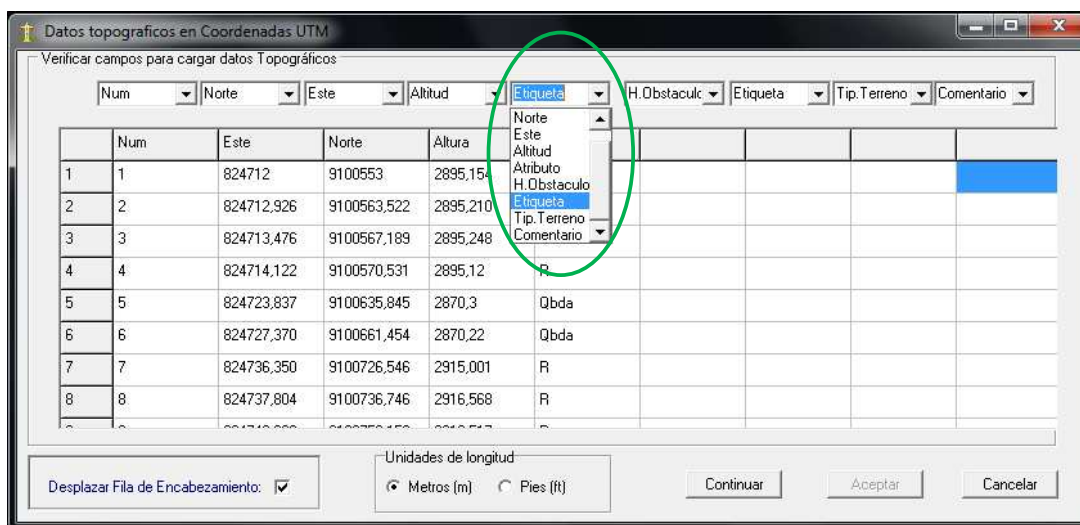

Fig. 10
- Verificar que los tipos de datos por columnas correspondan al tipo especificado en la parte superior de la ventana. En caso no coincidieran, indicar el orden correcto seleccionando el tipo de dato que corresponde a cada columna en los menús desplegables tal como se muestra en la “Fig. 10”. Es importante que al indicar el orden, no se repitan los tipos de datos en alguna columna (un tipo por columna).